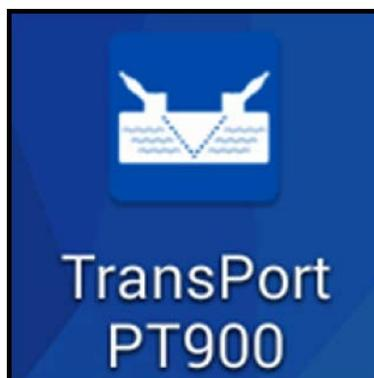

图 58: PT900 APP 图标
1. APP 下载到您的平板电脑之后, 请在平板电脑众多 APP 中找到如下面 图 58 所示的图标, 单击它启动该 APP。